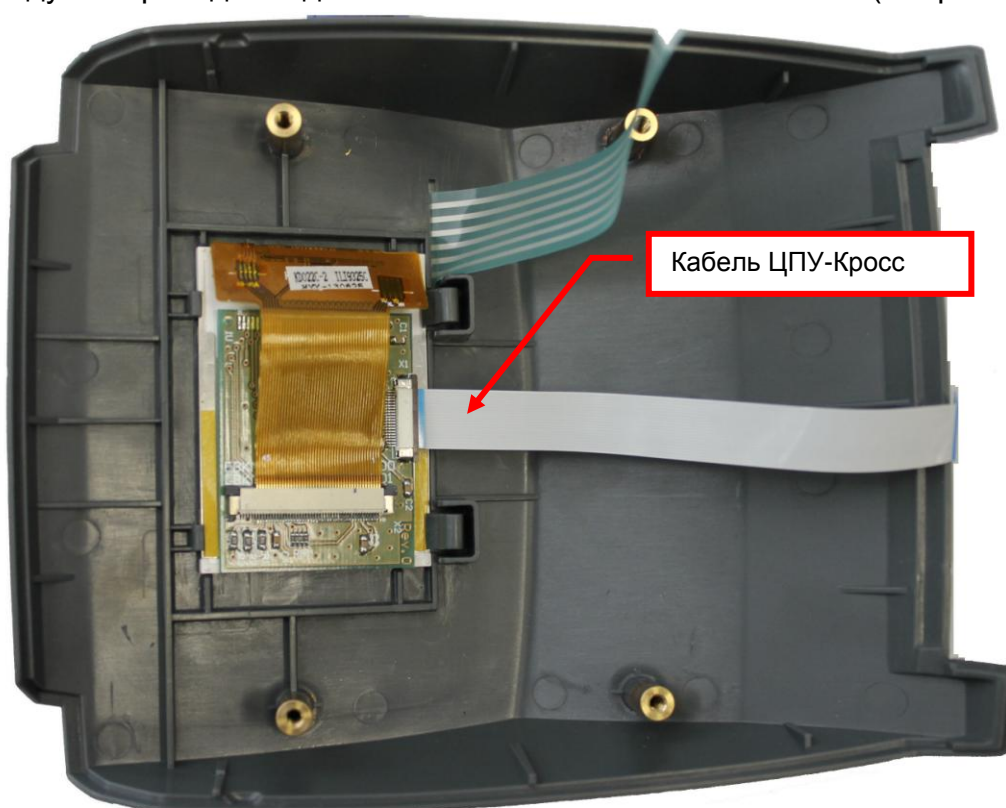

Рис. 8.17
8.6.4 Отсоедините кабель ЦПУ-Кросс ЕВКМ.00D210.00.72.000 от разъема Х1 модуля переходного для LCDTFT ЕВКМ.00D210.02.73.000 (см. рис.8.17).